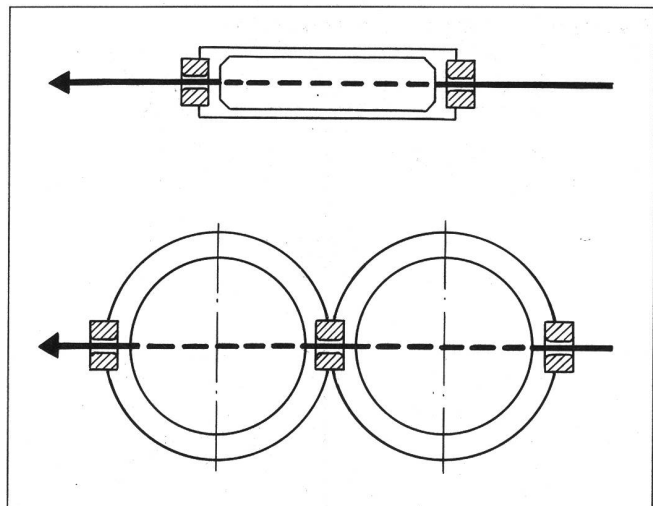

Abb. 2: Prinzip Normaldruckspanner
3.2 Der Normaldruckspanner (Abb. 2)